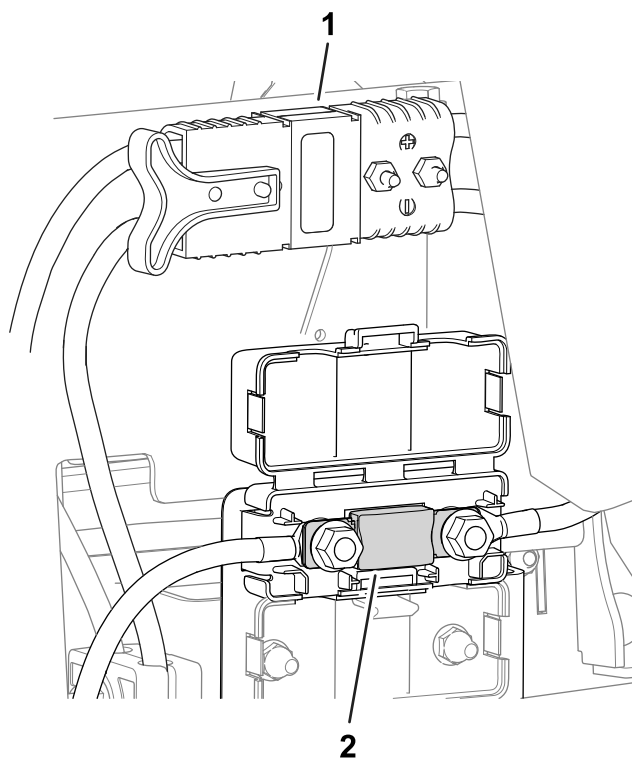

Figure 53
- Le fusible du système électrique se trouve sous les connecteurs principaux (Figure 53).